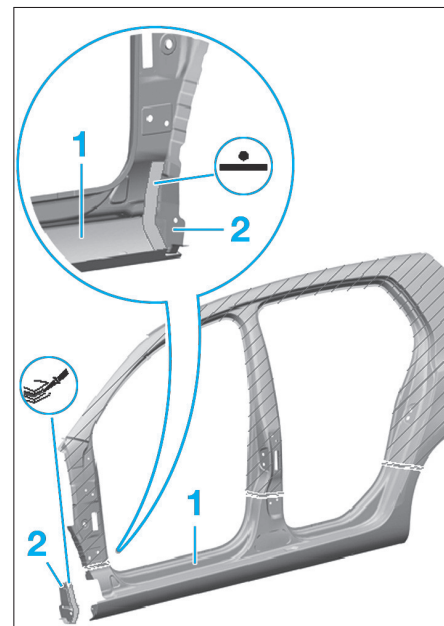
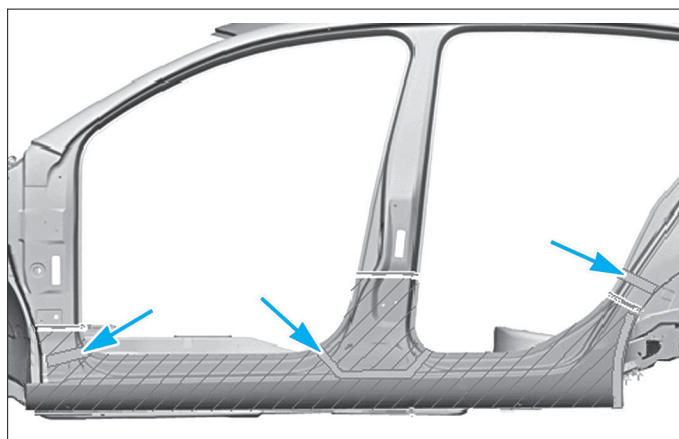

FIG. 99
FIG. 100
- Reporter les lignes de coupe sur la pièce neuve et procéder à la découpe (**Fig.99**).
- Appliquer la colle bicomposant pour carrosserie sur la tôle de fermeture de bas de caisse (2).
- Ajuster la tôle de fermeture de bas de caisse (2) sur le bas de caisse (1) et l'immobiliser.
- Souder la tôle de fermeture de bas de caisse (2) avec le bas de caisse (1) à la pointeuse électrique.
- Placer les pièces en mousse permettant d'insonoriser le bruit dans l'habitacle (**Fig.100**).